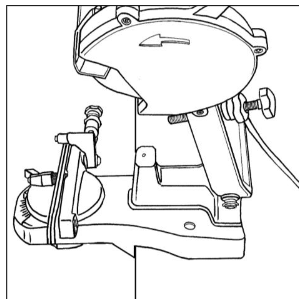

Рис. 2
3. Установите собранный станок на твёрдую и ровную поверхность верстака таким образом, чтобы ограничители на корпусе станка уперлись в верстак, и обеспечивалась возможность регулировки угла заточки цепи (влево/вправо) (Рис. 2).